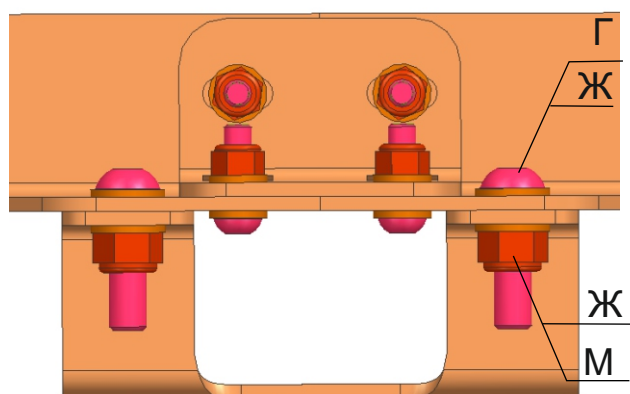

Рис.12
11. Установить средние кронштейны (поз. 14) с помощью винтов 8x30 (поз. Г), шайб 8 (поз. Ж) и гаек М8 (поз. М), как показано на рис. 12. Винты не затягивать.